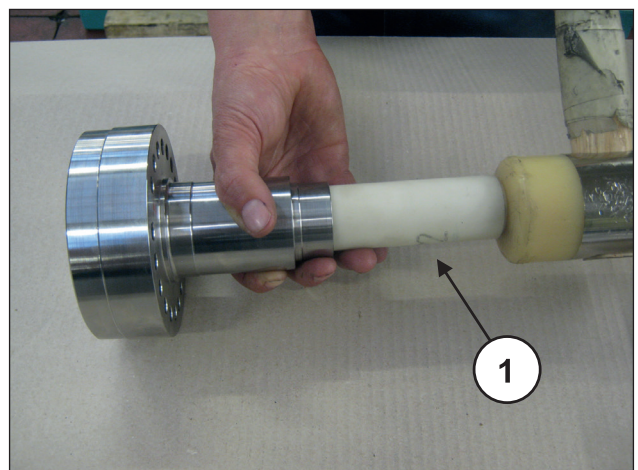
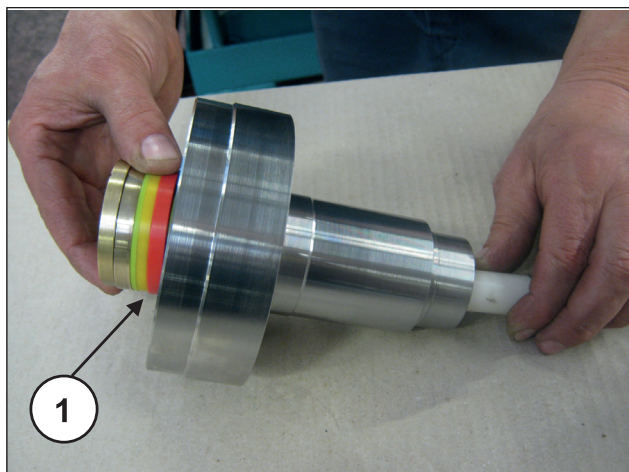

Fig. 192
Fig. 193
Com o suporte das camisas HP separado e com um pino adequado de plástico (pos. ①, Fig. 192) faça sair o pacote HP (alta pressão) (pos. ①, Fig. 193), extraia, por fim, o anel da cabeça (Fig. 194).
A cada desmontagem, o pacote do HP (pos. ①, Fig. 193) deverá ser substituído.